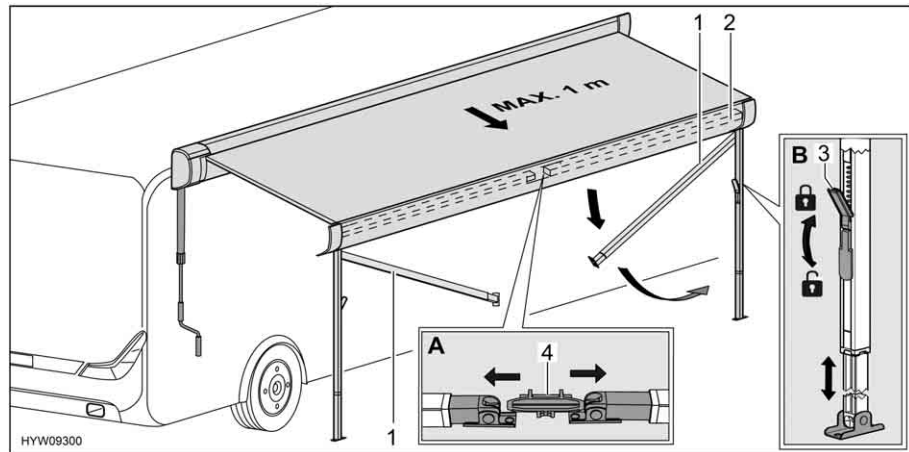

Fig. 46 Preparazione dei montanti di supporto
- Sbloccare i montanti di supporto (Fig. 46,1) dal supporto (Fig. 46,4) nel listello anteriore (Fig. 46,2). A tale scopo, premere leggermente verso l'esterno i montanti di supporto (Fig. 46,A).
- Allentare i bloccaggi (Fig. 46,3) dei montanti di supporto. A tale scopo, ripiegare la leva di serraggio verso il basso.
- Estrarre la parte inferiore dei montanti di supporto fino alla lunghezza desiderata (Fig. 46,B).
- Chiudere i bloccaggi (Fig. 46,3) dei montanti di supporto. A tale scopo, tirare verso l'alto la leva di serraggio.